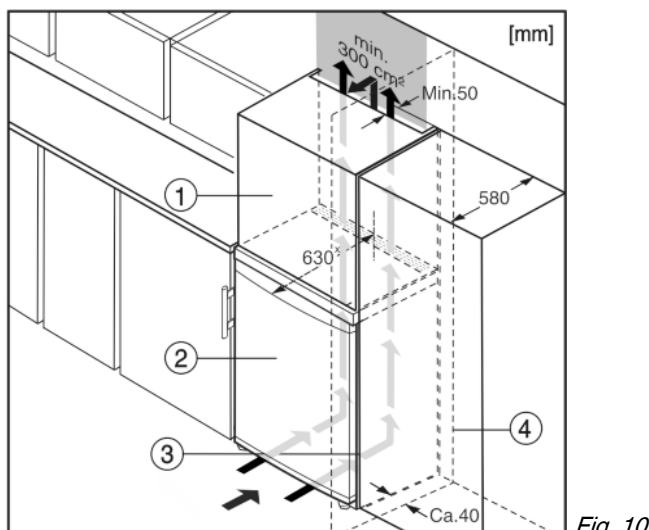

Fig. 10
Zariadenie môže byť zabudované medzi kuchynskými skriňami. Aby sa zariadenie Fig. 10 (2) prispôbilo výške kuchynskej linky, môže sa nad zariadením umiestniť nadstavná skrinka Fig. 10 (1).
Pri vstavaní s kuchynskými skriňami (hĺbka max. 580 mm) je možné zariadenie inštalovať priamo vedľa kuchynskej skrine Fig. 10 (3). Zariadenie vyčnieva nabok 34 mm\* a v strede zariadenia 50 mm\* oproti prednej časti kuchynskej skrine.
Ak je zariadenie umiestnené so závesmi vedľa steny Fig. 10 (4), musí vzdialenosť medzi zariadením a stenou činiť minimálne 40 mm. To zodpovedá presahu držadla pri otvorených dverách.